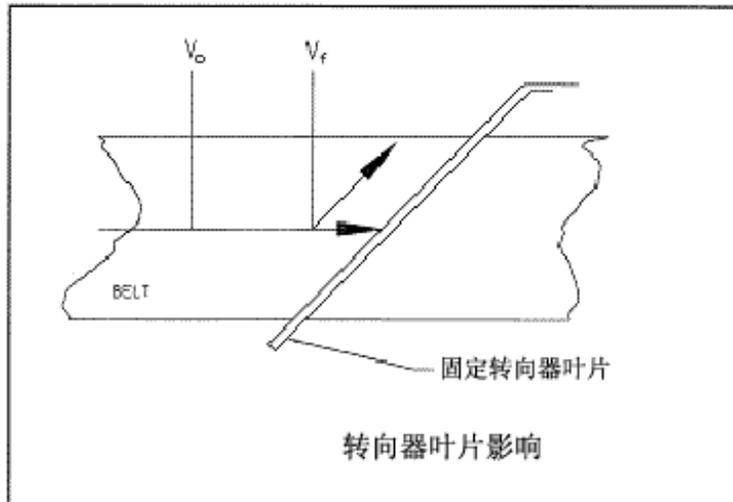

图 8.
1. 固定的斜角叶片（图 8） - 在传送上传送的包装将撞击到与传送带传送方向成一角度的固定的转向器。包装撞击到转向器叶片后，便离开传送带滑入滑道上或者另一个传送带上进行下一步传送。对包装的撞击取决于传送带的速度、转向器的角度、包装的弹性与重量。